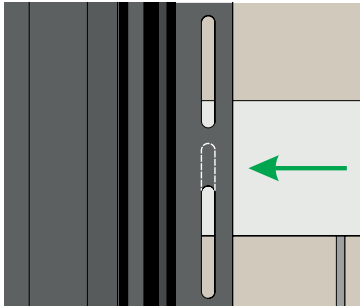

Рисунок 5
- 6.5** Если при монтаже доборных элементов перфорация не попадает на обрешетку, используя пробойник, удлините перфорационное отверстие в одну из сторон (рис. 5). Перфорационные отверстия соединять между собой запрещено (рис. 6).